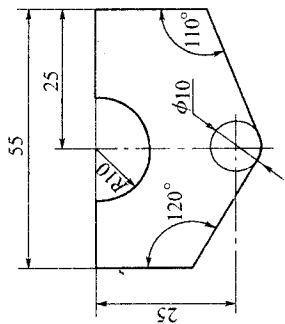

图 2—3
3. 已知编程用轮廓尺寸如图 2—2 所示, 试用平面解析几何计算法计算各基点的绝对坐标值 (坐标系自行设定)。